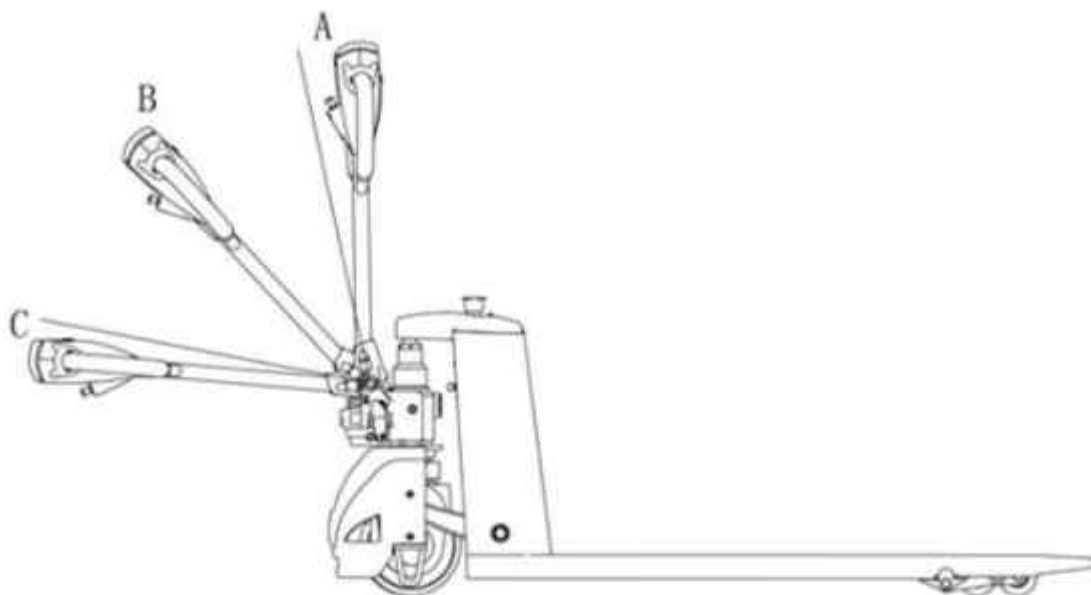

Рисунок 9. Румпель управления
- Ручка акселератора используется для управления направлением движения и скоростью тележки. Для изменения направления движения, переведите румпель на деление В, как указано на рис. 9. Когда ручка находится в положении А или С, тележка находится в отключенном состоянии, и вы не сможете начать движение. Когда румпель управления находится на делении В, а ручка акселератора поворачивается в одном из выбранных направлений, тележка может осуществлять движение в соответствующем направлении. Когда акселератор поворачивается в другом направлении, тележка будет перемещаться в противоположном направлении. В то же время, чем больше угол поворота ручки акселератора, тем выше будет скорость перемещения тележки.